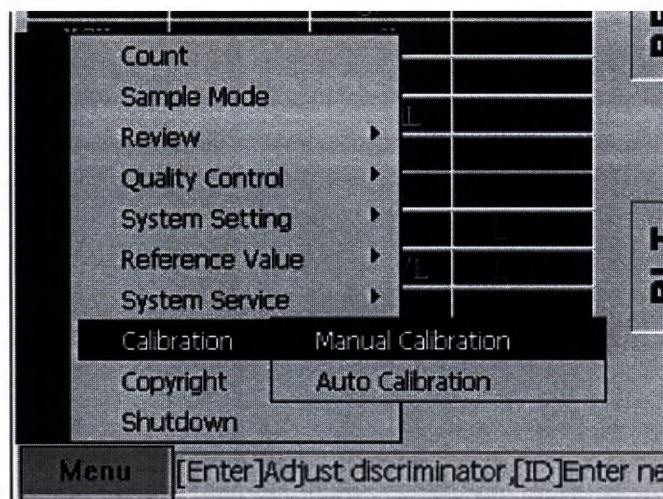

Рис. 5-46.
5. Для вызова интерфейса ручной калибровки выберите пункты "Menu/Calibration/Manual Calibration" ("Меню/Калибровка/Ручная калибровка"), и затем нажмите клавишу [Enter] ([Ввод]) (см. Рис. 5-46).